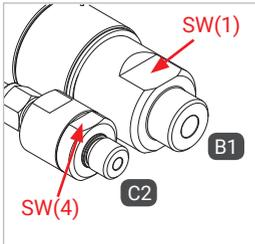
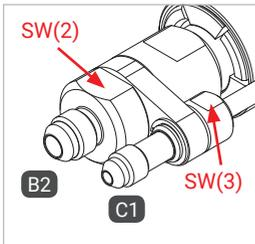

Abbildung 3
Abbildung 4
- ▶ Halten Sie beim Montieren des Füll- und Rückführschlauches, der Medienleitung und der Gasrückführung an die Anschlüsse „B1“, „B2“, „C1“ und „C2“ an den Schlüsselstellen SW(1), SW(2), SW(3) und SW(4) (Abbildung 3 und Abbildung 4) mit einem Gabelschlüssel gegen.
- ▶ Verschrauben Sie die Betriebsmedienzuleitung „B1“ druckdicht mit der Medienleitung der Tankstelle (Abbildung 3). Anzugsdrehmoment siehe untenstehende Tabelle.
- ▶ Verschrauben Sie, falls vorhanden, die Gasrückführung „C2“ druckdicht mit der Gasrückführung der Tankstelle (Abbildung 3). Anzugsdrehmoment siehe untenstehende Tabelle.
- ▶ Verschrauben Sie die Betriebsmedienableitung „B2“ druckdicht mit dem Anschluss des Füllschlauches (Abbildung 4). Anzugsdrehmoment siehe untenstehende Tabelle.
- ▶ Verschrauben Sie, falls vorhanden, die Gasrückführung „C2“ druckdicht mit dem Anschluss des Rückführschlauches (Abbildung 4). Anzugsdrehmoment siehe untenstehende Tabelle.